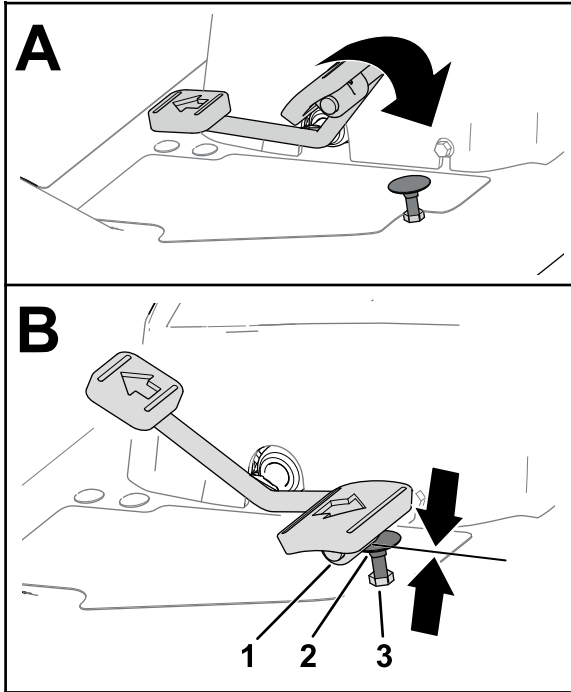
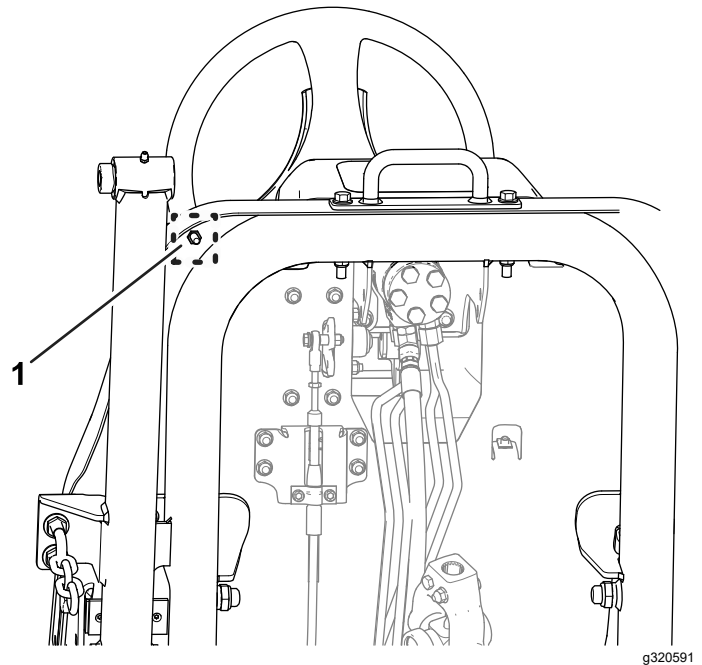

Bild 77
Bild 78
1. Drücken Sie das Fahrpedal ganz durch (Bild 77).
- A. Halten Sie den Fahrpedalanschlag (Bild 77) mit einem Schraubenschlüssel fest.
- B. Lösen Sie die Klemmmutter an der Unterseite der Fußplattform-Platte (Bild 78).
- C. Bewegen Sie das Fahrpedal in die Vollgas-Stellung (Bild 77).
- D. Den Fahrpedalanschlag festhalten, die Klemmmutter oberhalb der Fußplattform-Platte (Bild 77) einstellen, bis das Fahrpedal den Anschlag berührt.
- F. Halten Sie den Fahrpedalanschlag fest und ziehen Sie die Klemmmutter an der Unterseite der Fußplattform-Platte (Bild 77 und Bild 78) auf 37-45 N·m an.